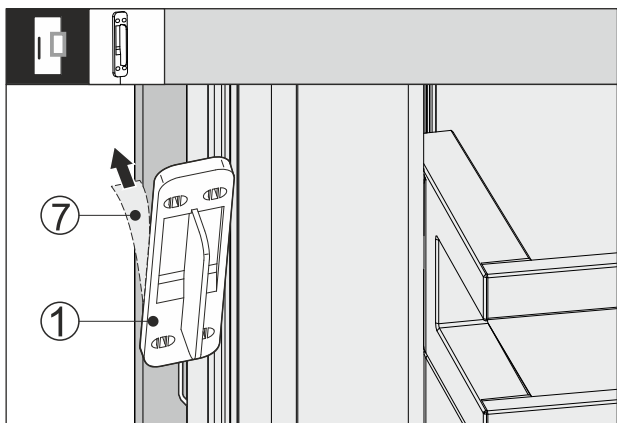

Fig. 65
- Retirar la película protectora Fig. 65 (7) de la parte posterior del sensor de golpes Fig. 65 (1).